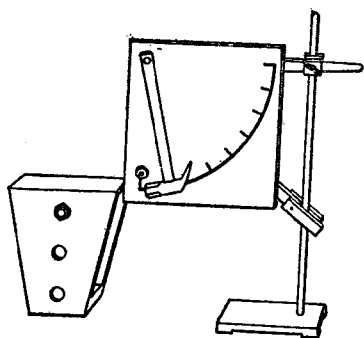
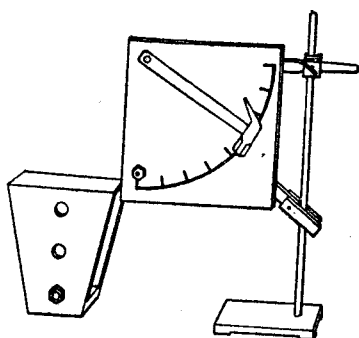

图 8
图 9
(2) 演示稳度跟重心高低有关的实验：使梯形木框的頂面朝下，把螺絲改插入三夹板上面的圓孔里。拉起并放下鉄錘，可以看到，鉄錘只要在很低的位置落下(图8)，就能把木框击倒。把螺絲改插入三夹板下面的圓孔里，木框的位置不变，再做相同的实验。发现这次鉄錘必須拉到超过一半刻度的位置上再放下(图9)，才能把木框击倒。把两次实验加以比較，就可以得出物体的重心低稳度大的結論。在本实验中，由于木框本身的重量不大，改变螺絲的位置，就能使木框的重心发生显著变化。